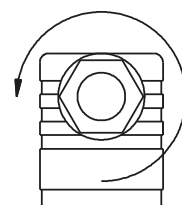

Abb. 3
- ↗ Lösen Sie die Kabelverschraubung M16x1,5 (→ Abb. 3).